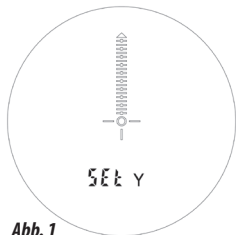
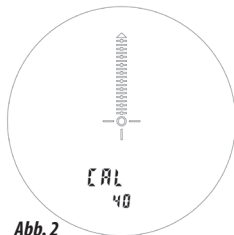

Abb. 1
Abb. 2
3. Bleiben Sie in dieser Entfernung und aktivieren Sie den Entfernungsmesser, indem Sie kurz die POWER-Taste drücken. Nun halten Sie die Plus- ODER Minus-Taste auf der Seite des Geräts gedrückt, bis der Monitor „SET“ anzeigt (zur Auswahl von Yards oder Metern) (Abb. 1). Drücken Sie die POWER-Taste, um die Anzeige auf „CAL“ zu ändern. Sie sind nun im Kalibrierungsmodus, wo auf dem Monitor unten „40“ oder „60“ blinkt (Abb. 2). Wenn Ihr Visier Visierstifte für 40 Yards/Meter hat, wählen Sie „40“ mit den Plus-/Minus-Tasten aus. Wenn Ihr Visier Visierstifte für 60 Yards/Meter hat, wählen Sie „60“.